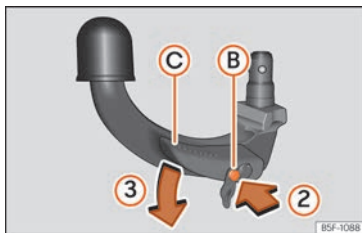

Abb. 253 Schritt 2
- Drücken Sie den Entriegelungsbolzen (B) in Pfeilrichtung (2) und gleichzeitig den Hebel (C) in Pfeilrichtung (3) bis zum Anschlag »» Abb. 253.